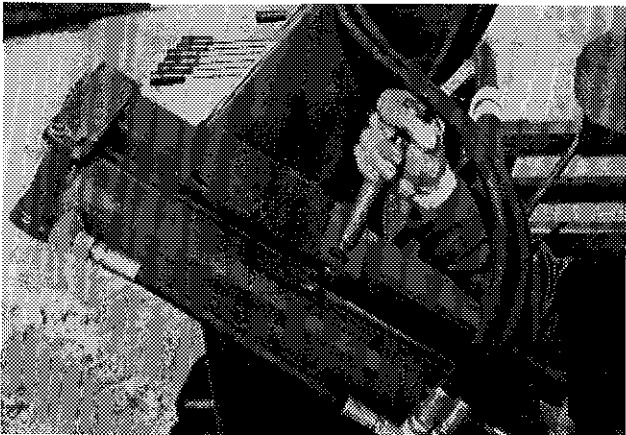
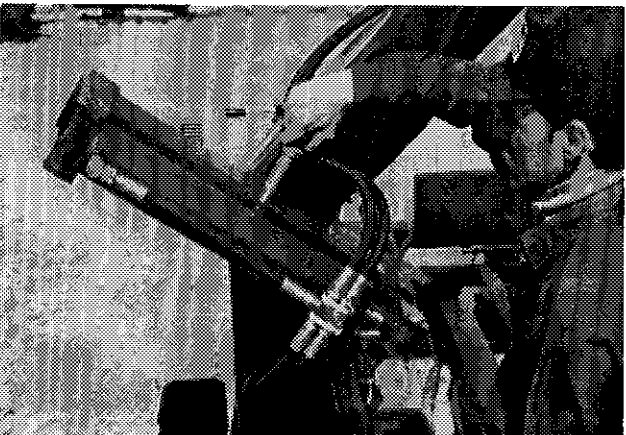

Figure 16
Figure 17
- 1) Ajuster les six glissières des tensionneurs selon le tube utilisé. Vous devez les ajuster au trou intérieur de l'arche si vous utilisez un tube pour des balles d'un diamètre de 48" à 56" (1.22 à 1.42 m) (fig. 16), et au trou extérieur de l'arche si vous utilisez un tube pour des balles d'un diamètre de 56" à 66" (1.42 à 1.68 m) (fig. 17).